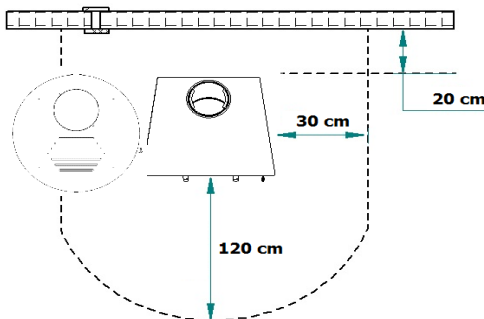

Figure 15 - Distances minimales de sécurité
* N'utiliser aucun matériel combustible à proximité des parois du poêle à bois. Respecter la distance de sécurité de 20 cm au dos, de 30 cm aux cotés et de 120 cm devant, Figure 15;